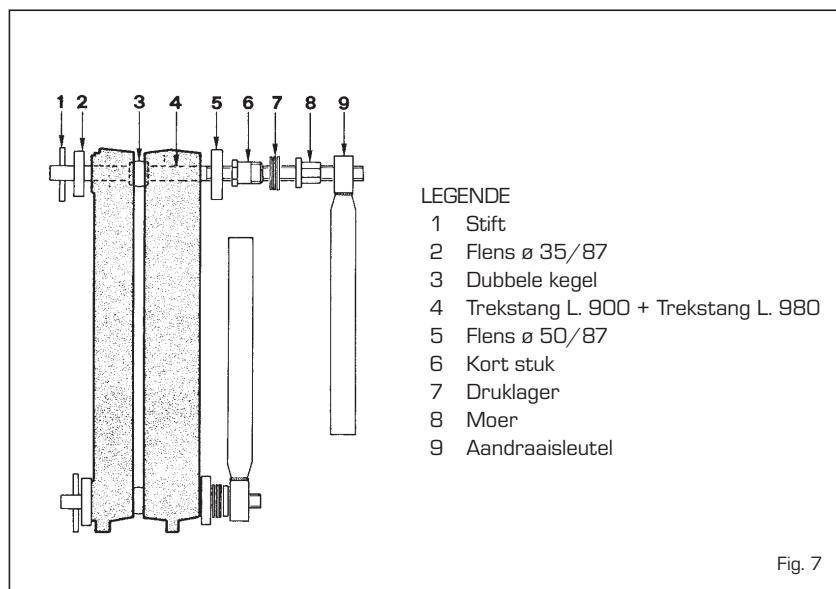

Fig. 7
- assembleer de elementen met behulp van een speciale uitrusting die uit een set trekstangen bestaat die met de betreffende toebehoren art. 6050900 samengebouwd zijn (fig. 7), oefen gelijktijdig druk zowel op de bovenste als op de onderste naaf uit. Als tijdens deze handelingen de beide elementen niet gelijkmatig en evenwijdig aan elkaar naar voren gaan, moet u de beitels tussen het meest strak aangedraaide gedeelte doen en forceren zodat de beide onderdelen die verbonden moeten worden evenwijdig aan elkaar zijn. Als de buitenste randen van de ele-